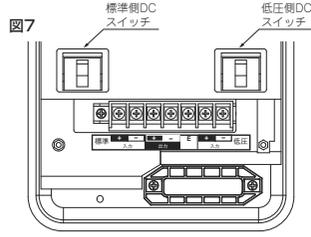

図7
- ・アース端子へ配線してください。(図7)
- ① アース線IV2mm²は先端を【ケーブルの加工方法】の表の要領で加工して付属の絶縁付圧着端子(N2-5)を取り付け、アース(E)端子に接続してください。
- ② アース(E)端子のネジを2.0~2.5N・m (20.4~25.5kgf・cm) のトルクで確実に締め付けてください。
- ③ 市販のアース棒にて接地工事を確実に行ってください(接地抵抗100Ω以下)。ストリングコンバータのアースは太陽電池アレイのアースと共通にしないでください。(パワーコンディショナのアースとは共通にしててもかまいません。)
- ・低圧入力端子、標準入力端子、出力端子へ接続してください。(図7)
- ① 【ケーブルの加工方法】の表の要領です。低圧側のアレイ入力ケーブルの+側(黒色)の皮をむき、付属の絶縁付圧着端子(N2-5)を取り付け、端子台の低圧入力側の+端子に接続します。次に-側(黒字に白ラインもしくは白色)の皮をむき、付属の絶縁付圧着端子(N2-5)を取り付け、端子台の低圧入力側の-端子に接続します。(活線作業をする場合は、短絡事故防止のため、絶対に2本同時にケーブル加工しないでください。)
- ② 標準入力に接続する場合は、①と同様の方法で加工し、接続してください。
- ③ 出力ケーブルを①と同様の方法で加工し、端子台の出力の+側、-側端子に接続します。
- ④ 各端子のネジを2.0~2.5N・m (20.4~25.5kgf・cm) のトルクで確実に締め付けてください。